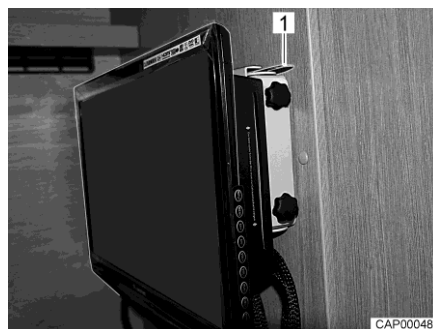
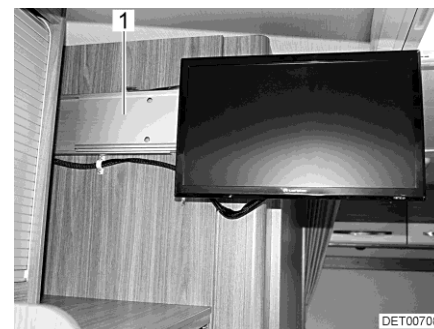

Fig. 79 Schermo piatto in posizione di marcia
Fig. 80 Schermo piatto nell'ubicazione del televisore
- Sganciare la molla d'arresto (Fig. 79,1).
- Spingere lo schermo piatto orizzontalmente finché non si innesta nel supporto (Fig. 80,1). La molla d'arresto (Fig. 79,1) scatta in posizione.